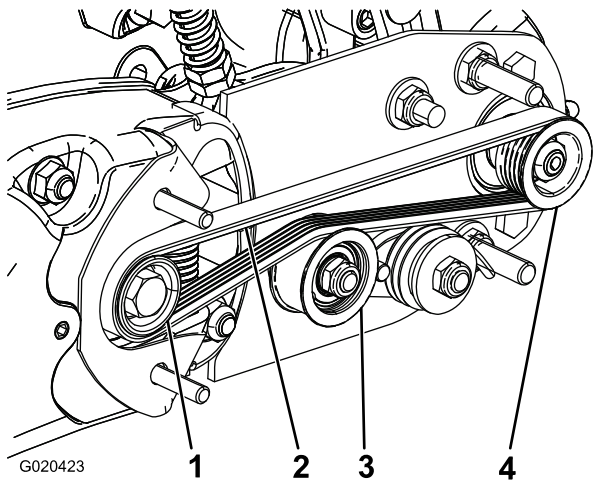

Bild 24
- B. Verlegen Sie den Riemen von der **Antriebsriemenscheibe** ausgehend (Bild 24).